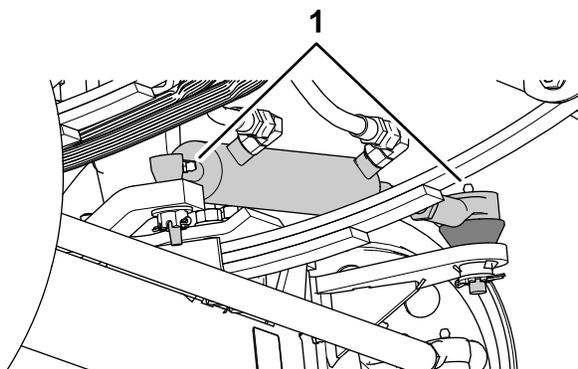
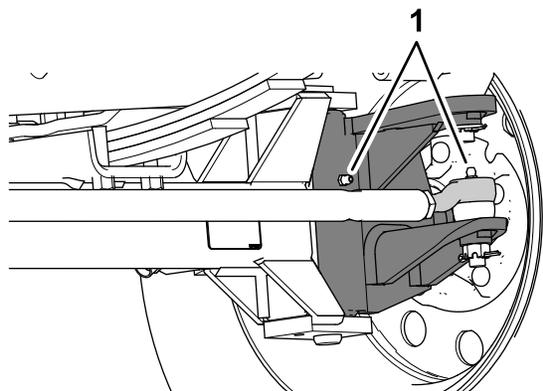

Рисунок 66
Рисунок 67
1. Начисто протрите масленки (Рисунок 66 и Рисунок 67).
2. Закачайте в масленки консистентную смазку (Рисунок 66 и Рисунок 67).
Примечание: Расположение масленок показано на Рисунок 66.